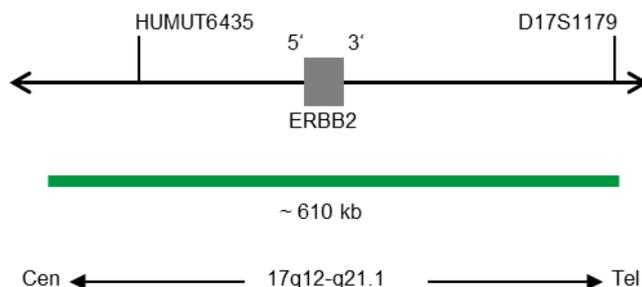

Fig. 1: SPEC ERBB2 Mapa da sonda (não à escala)
- Polinucleótidos marcados com ZyGreen (excitação 503 nm/emissão 528 nm) (~10,0 ng/ μ l), que têm como alvo sequências mapeadas em 17q12-q21.1* (chr17:37,572,531-38,181,308) que albergam a região do gene ERBB2 (ver Fig. 1).
- Polinucleótidos marcados com ZyOrange (excitação 547 nm/emissão 572 nm) (~1,5 ng/ μ l), que visam sequências mapeadas em 17p11.1-q11.1 específicas para a região centromérica do satélite alfa D17Z1 do cromossoma 17 (ver Fig. 1).